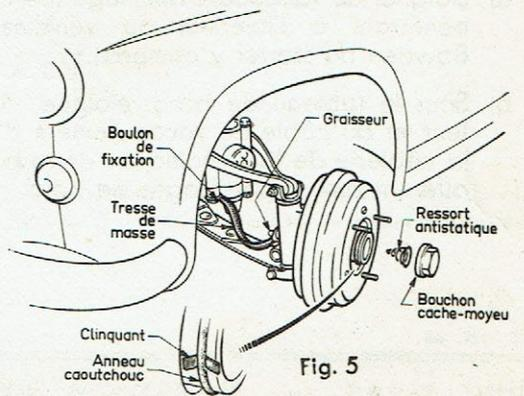

Fig. 5
- Mettre un ressort antistatique dans chaque cache-moyeu (Fig. 5).
- **Attention** - le cache-moyeu se trouve isolé du moyeu par un anneau de caoutchouc, il y a lieu, lors de la mise en place des ressorts antistatiques d'établir un contact entre le bouchon cache-moyeu et le moyeu, à l'aide d'une petite lamelle de cuivre joint à l'ensemble (v. Fig. 5).
- A l'aide des tresses de masse comprises dans l'ensemble relier à l'essieu les flasques de chaque roue avant (Fig. 5).